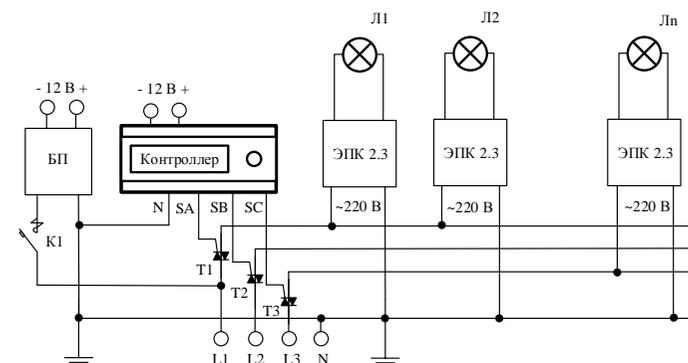

Рис. 1 – Схема подключения КО и осветительной нагрузки
- 3.1. Коммутаторы цепей питания нагрузок электрически включается в разрыв фазных проводов цепей питания нагрузки (рис. 1).